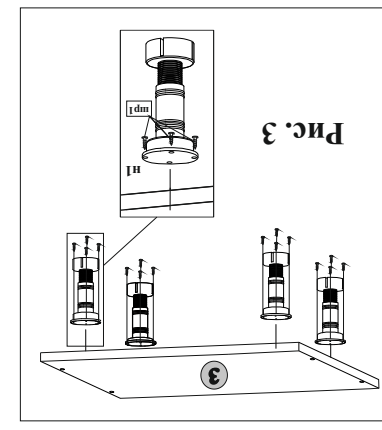

Рис. 3
5.3. Прикрепить опоры Н1 к нижнему штырю 3 при помощи шурупов ШР1 и крестообразной отвертки (рис.3).